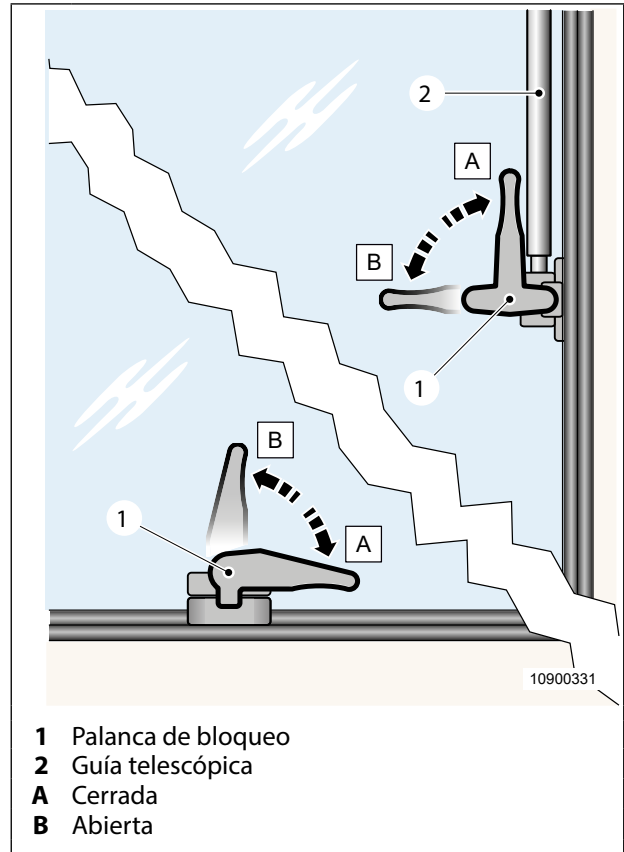

Fig. 18 Apertura/cierre de las ventanas abatibles
1. Girar la palanca de bloqueo (Fig. 18, pos. 1) a la posición B.
2. Abrir la ventana abatible a la posición deseada. La guía telescópica (Fig. 18, pos. 2) encajará automáticamente.
3. Girar la palanca de bloqueo (Fig. 18, pos. 1) a la posición A.